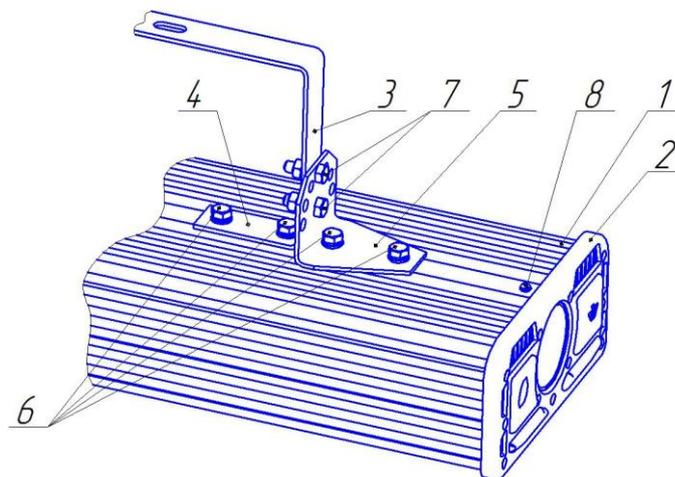

Рисунок 2
2.1.1 Конструктивное исполнение прожектора позволяет устанавливать его на плоские поверхности с помощью поворотной крепежной скобы с комплектом крепления (рисунок 2). По согласованию с потребителем возможна поставка прожектора с другим исполнением крепления.
2.2.2 Закрепить поворотную крепежную скобу поз.3 (см. рисунок 2) на корпусе поз.1 прожектора, для чего:
- закрепить на корпусе поз.1 прожектора два уголка поз.4 и два стопора поз.5 с помощью восьми болтов крепежных с гровером и шайбой поз.6 (см. рисунок 2);
- подключить провод внешнего заземления к винту заземления поз.8 (см. рисунок 2), расположенному на корпусе поз.1 прожектора имеющему маркировку « $\perp$ ».